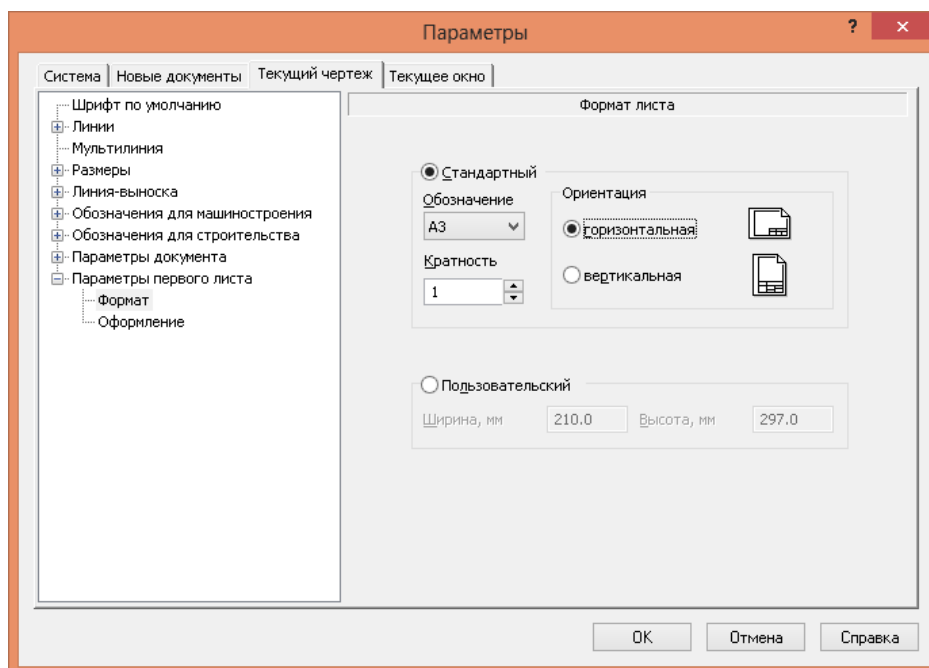

Рис. 15.3. Выбор формата чертежа и его ориентации
- раскройте окно **Текущий чертеж** (рис. 15.3);